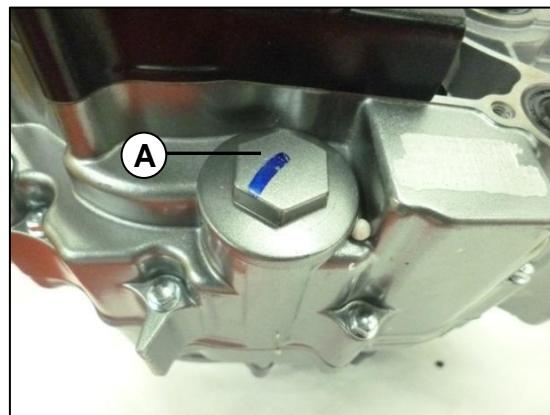

Fig. 17
Remueva el tapón de aceite inicialmente. Coloque un recipiente debajo del motor para que reciba el aceite viejo, retire el tornillo drenaje (A) cuando termine de salir el aceite accione el pedal del crank varias veces para garantizar la salida de todo el fluido. **Fig. 17**